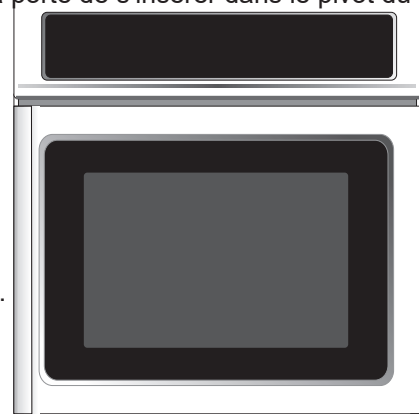

Figure 15
- 3.4.4. Fixez la vis du pivot (Voir G, Figure 15).
2. Déposez un niveau à bulle sur la grille (voir la figure 15). Prenez 2 lectures en plaçant le niveau en diagonale dans une direction, puis dans l'autre direction. Utilisez des entretoises de bois sous le four encastré pour niveler si nécessaire.